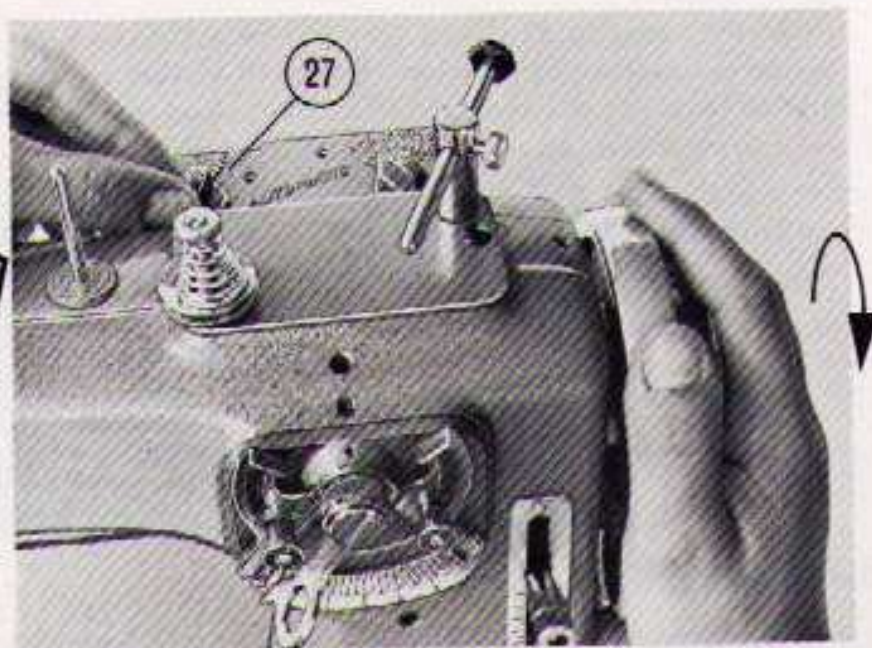

Fig. 51
El cambio del mando B se realizará con la máquina en marcha o bien girando el volante. (Fig. 51)
- 2 – Mando selector B del largo del dibujo o costura de adorno N-L-C, 27 (Fig. 51).